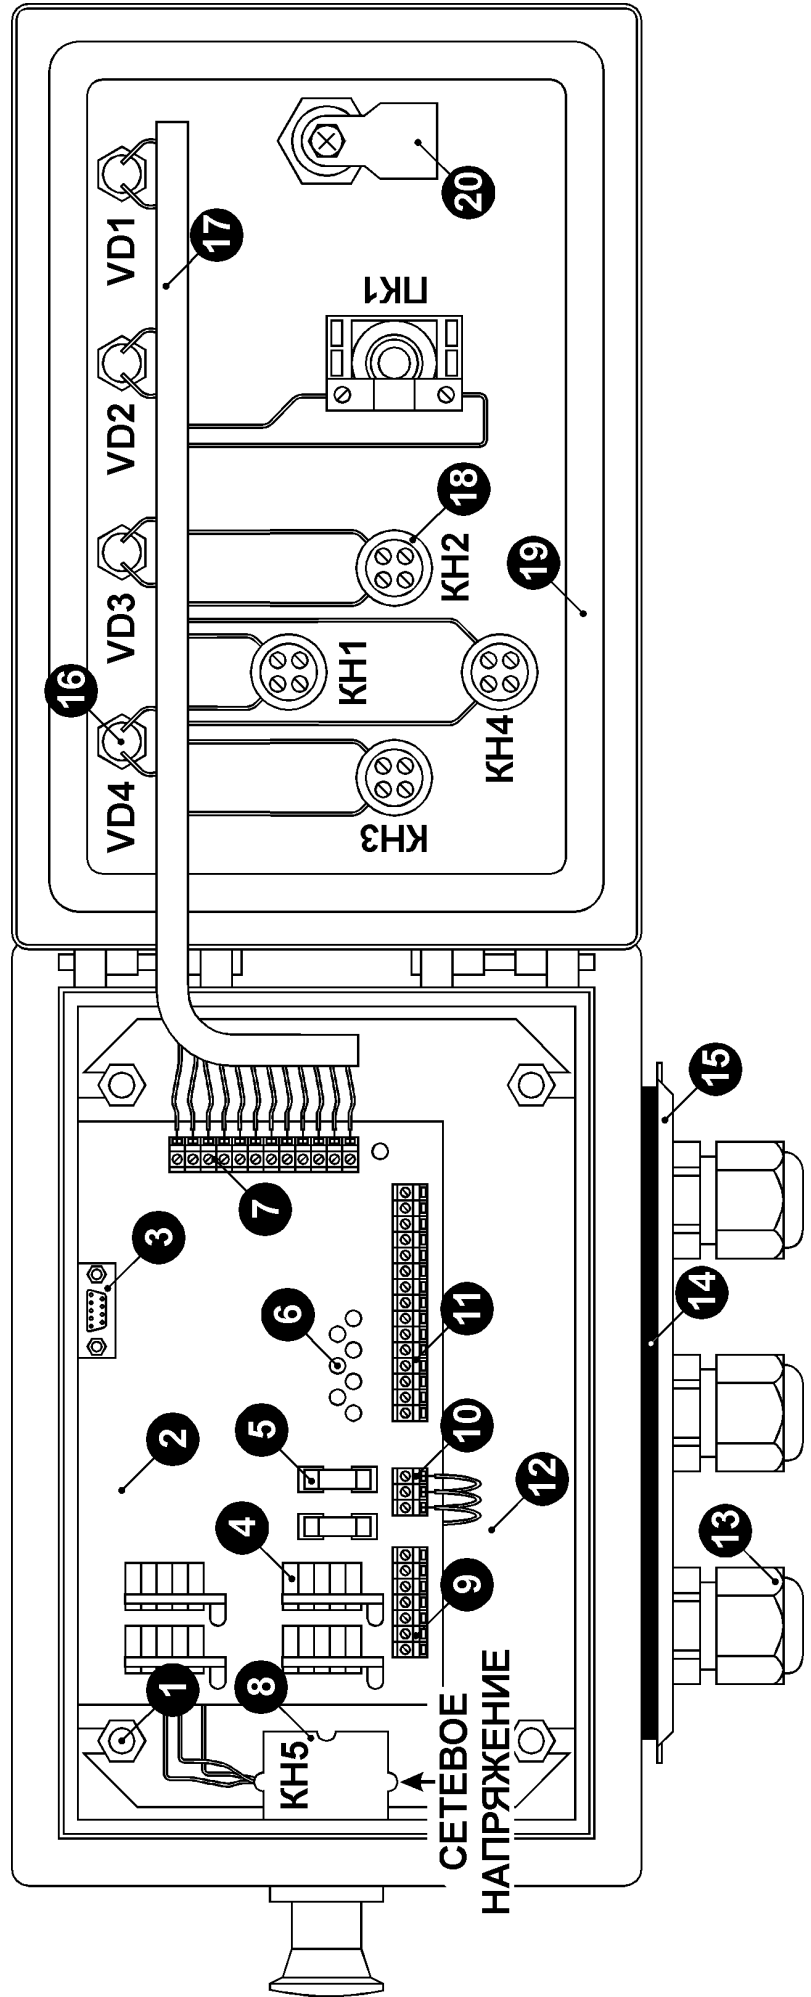

Рис. 3. Конструкция блока управления МПП.
Внутренняя компоновка блока изображена на рис. 3.
2. Открыть блок ключом, повернув замок [поз. 20 на рис. 3];
5. Закрыть блок ключом, повернув замок [поз. 20 на рис. 3];